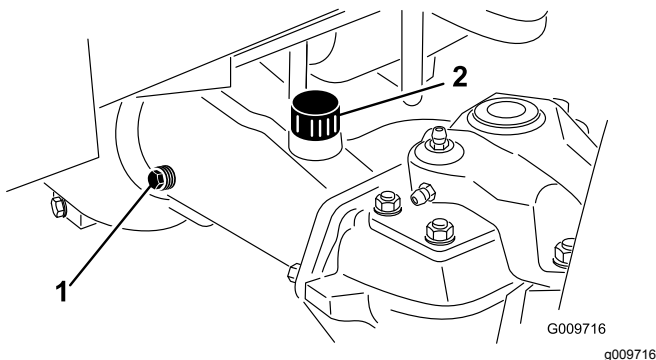

Figura 62
2. Togliete un tappo di controllo (Figura 62) da un'estremità del ponte e verificate che il lubrificante raggiunga la base del foro. Se il livello è basso, togliete il tappo di riempimento (Figura 62) e rabboccate con olio fino a raggiungere la base dei fori del tappo di controllo.